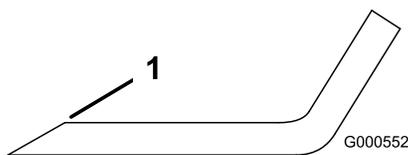

Figura 91
- Utilice una lima para afilar el filo de corte en ambos extremos de la cuchilla (Figura 91).
Nota: Si la cuchilla no está equilibrada, rebaje algo el metal en la parte de la vela solamente con una lima (Figura 91).